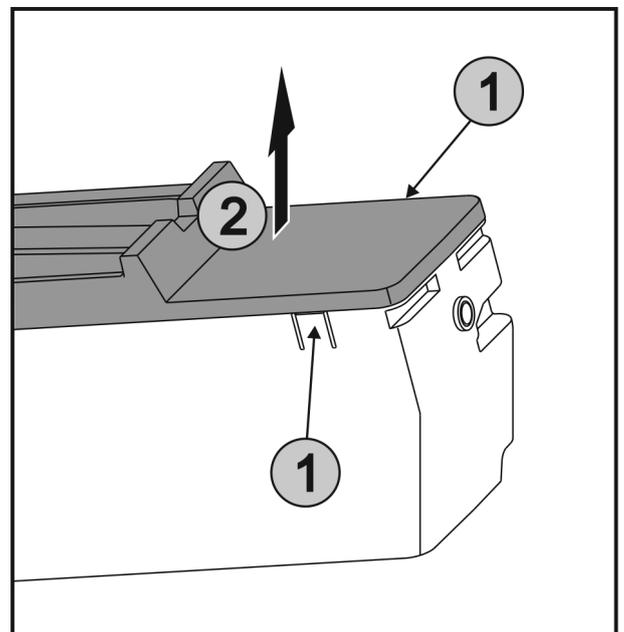

Fig. 27
- ▶ Laschen Fig. 27 (1) an den beiden Seiten von EasyTwist-Ice gleichzeitig drücken und die Abdeckung Fig. 27 (2) nach oben entnehmen.